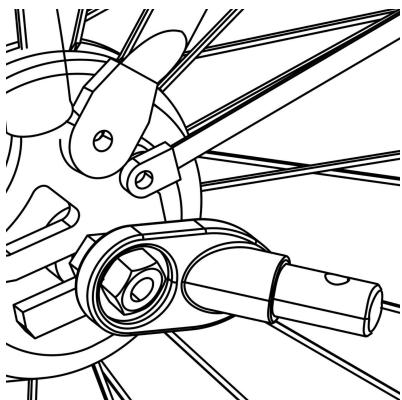

Rysunek 11
**1. Oś szybkozamykająca :** Zdejmij szybkozamykacz z lewej strony tylnej osi roweru. Zamontować zaczep pomiędzy szybkozamykaczem a ramą. Dokręć szybkozamykacz zgodnie z instrukcją producenta roweru. Zaczep może pozostać na rowerze po zdjęciu przyczepki ( Rysunek 11 ).